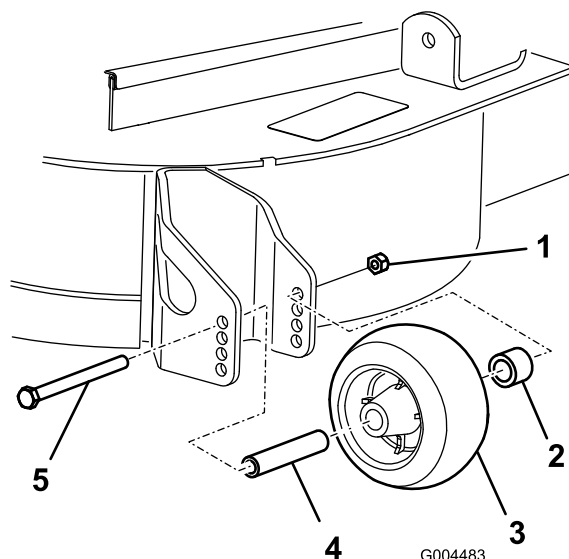

図 45
3. 刈高を変更後、ローラのフランジナット、ブッシュ、スペーサ、ボルトを外して 図 45、ローラの高さ調整を行う。
5. フランジナット、ブッシュ、スペーサ、ボルトを取り付ける図 45。